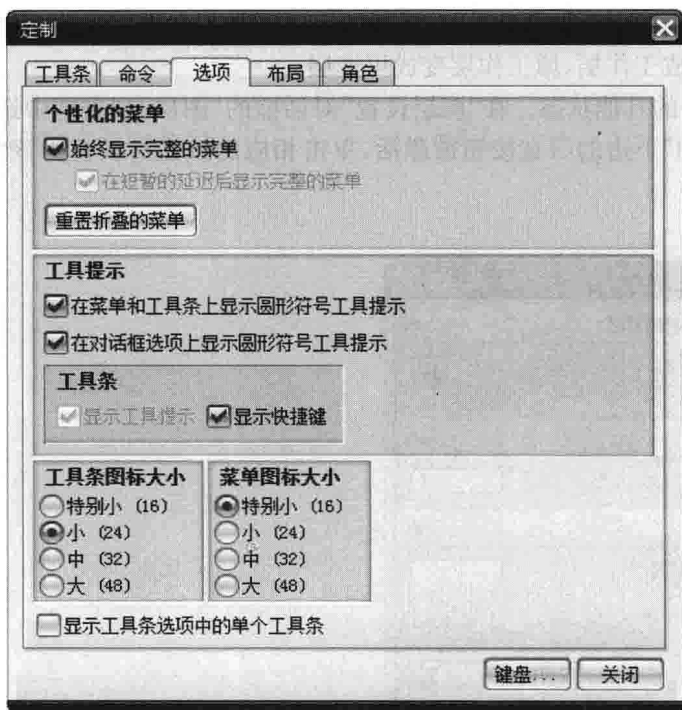

图 1.13 个性化设置菜单和工具条
(3) 打开“选项”选项卡,在对话框的上半部分可以设定菜单的显示方式及提示功能,在对话框的下半部分可以设置工具条和菜单图标的大小,如图 1.13 所示。